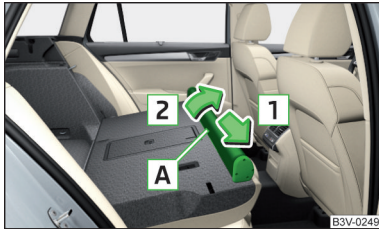

Abb. 151
- › Das Netztrennwandgehäuse **A** in Pfeilrichtung **1** schieben und aus den Aufnahmen an den Rücksitzlehnen in Pfeilrichtung **2** herausnehmen » Abb. 151.
- › Das Netztrennwandgehäuse entgegen der Pfeilrichtung **1** » Abb. 151 bis zum Anschlag schieben.